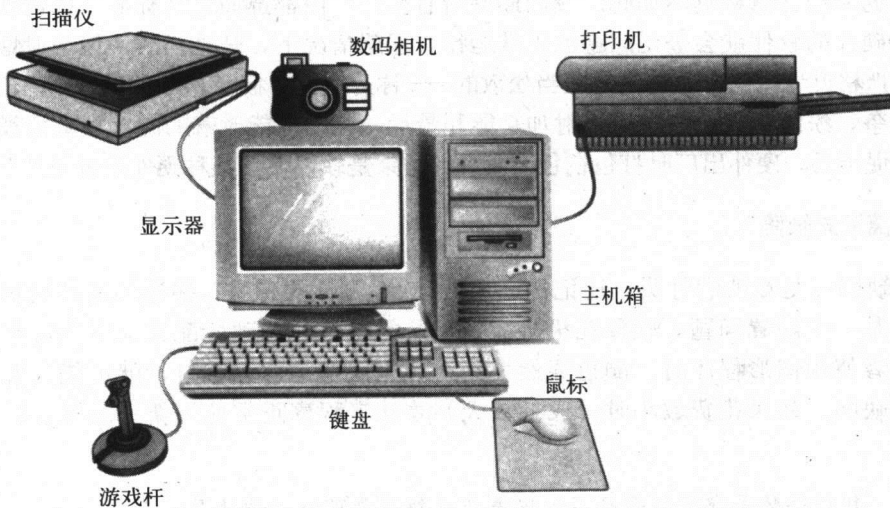

图8-2 一台PC可以连接各种各样的外设
- **外设。**外设是指打印机、扫描仪、鼠标、键盘、显示器、数码相机、游戏杆以及其他可以插在主板上从外部操纵PC机的设备, 如图8-2所示。